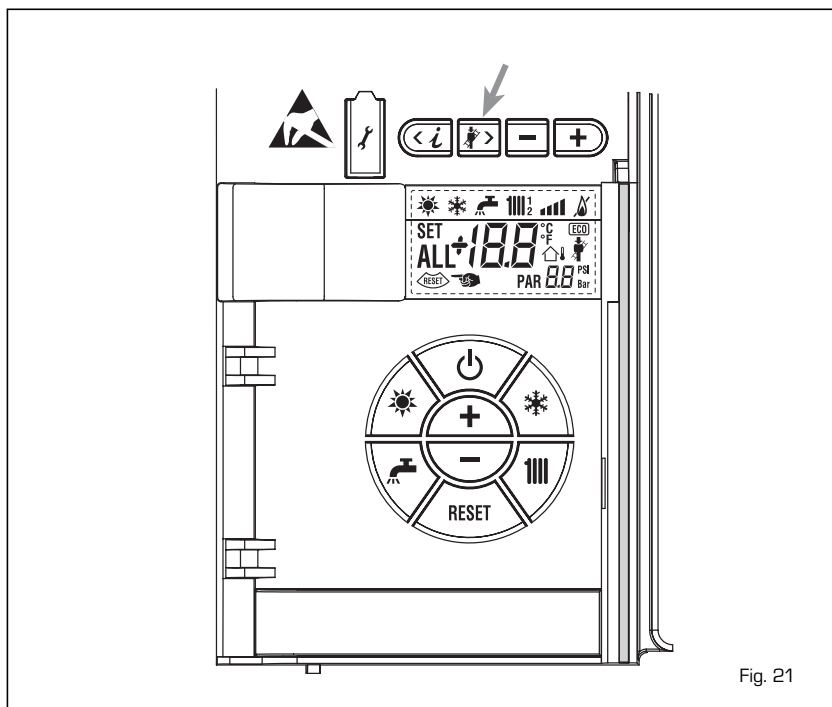

Fig. 21
4.5.1 Funzione spazzacamino (fig. 21)